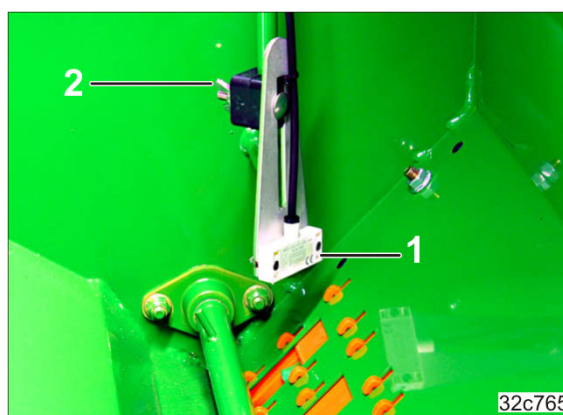

Fig. 145
1. Regule a altura do sensor do nível de enchimento (Fig. 145/1) de acordo com a quantidade de resto de sementes desejada.
2. Aperte o parafuso de orelha (Fig. 145/2).